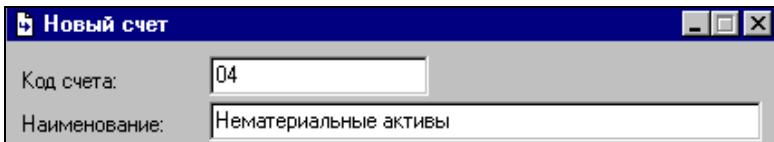

Рис. 100
- ✓ Заполните в окне *Новый счет* (см. Рис. 100) поля *Код счета* и *Наименование*